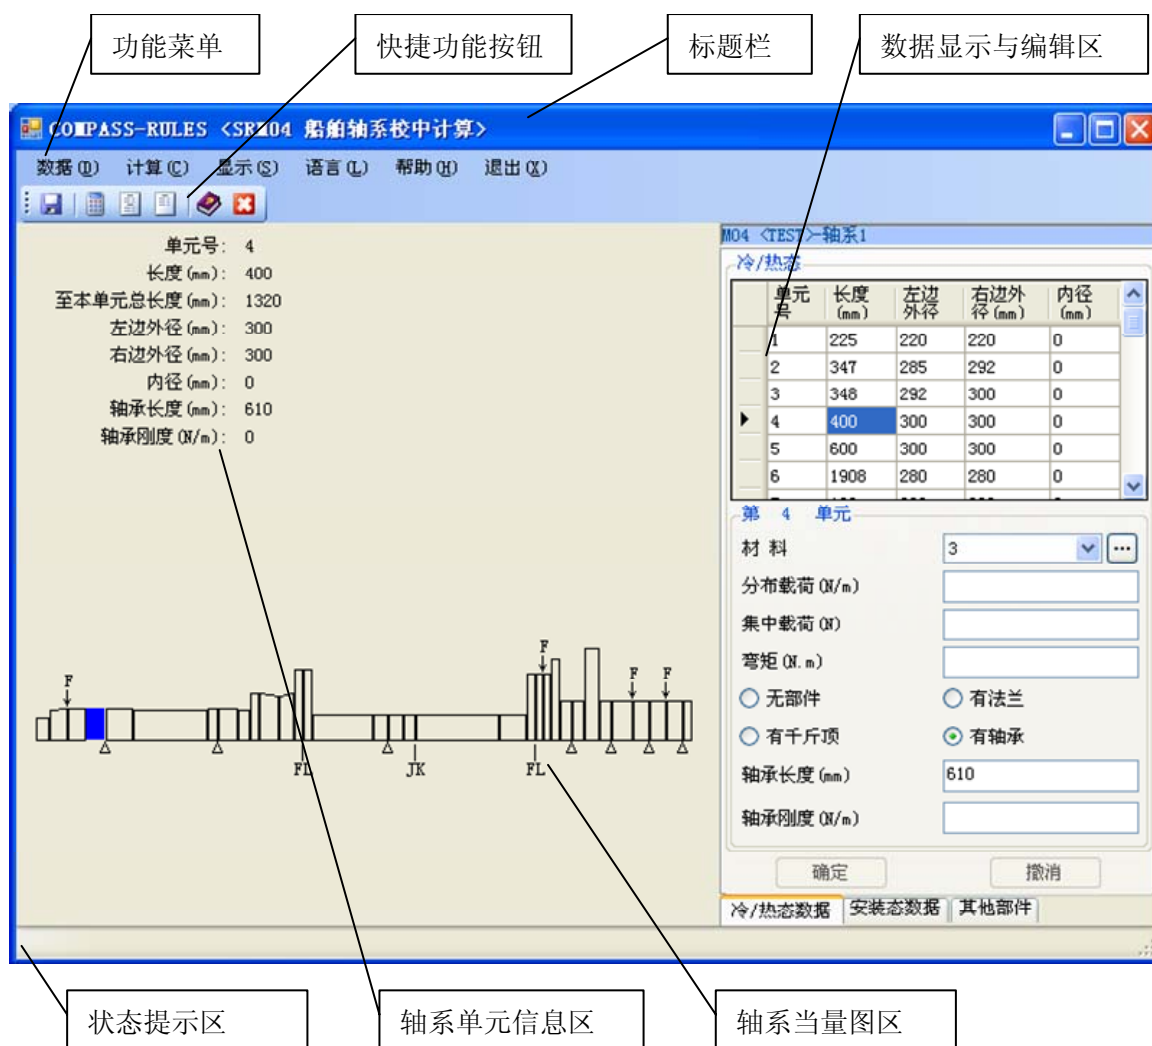

图 4.1 SRM04 三级主界面
- 系统主界面中包括：标题栏、功能菜单、快捷功能按钮、数据显示与编辑区、轴系布置图区、轴系单元信息区、状态提示区，如图 4.1 所示。